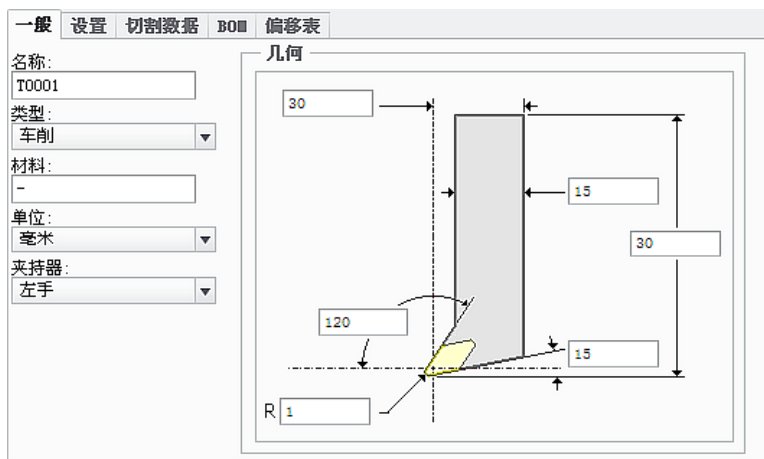

图 10.3.9 设定刀具一般参数
Step4. 在弹出的“刀具设定”对话框的 常规 选项卡中设置刀具参数如图 10.3.9 所示，设置完毕后依次单击 应用 和 确定 按钮，返回到“车床工作中心”对话框。